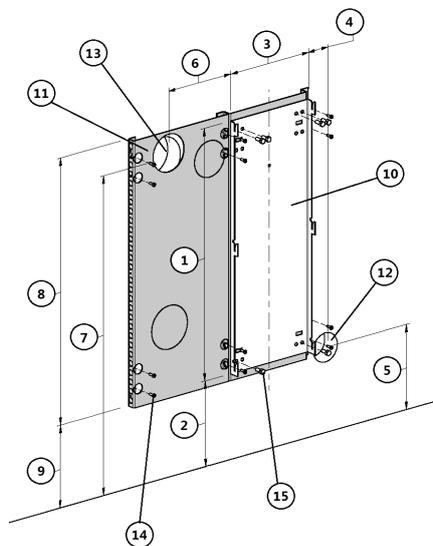

Fig. 25 - Befestigung an einer brennbaren Wand
- Die hintere Halterung mit geeigneten Metalldübeln, die dem Gewicht des Ofens standhalten, befestigen (siehe **Fig. 25**).